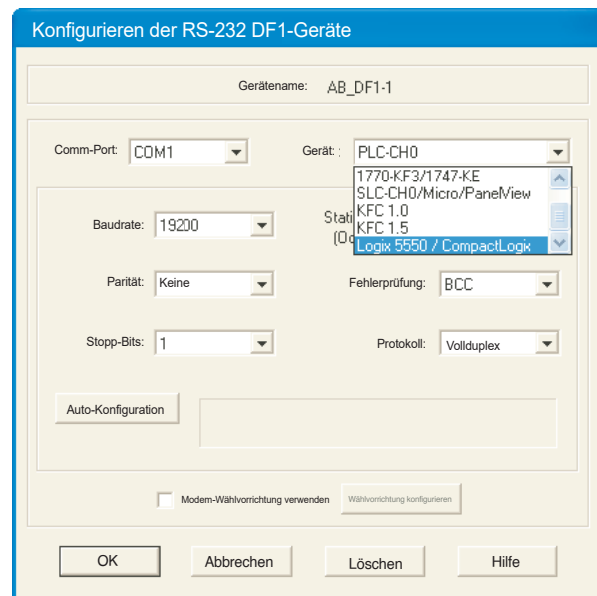

Abbildung 4.3.21e Konfigurieren der RS-232 DF1-Geräte
3. Klicken Sie auf „Neu hinzufügen“ und geben Sie einen geeigneten Treibernamen im Popup-Fenster ein. Klicken Sie auf „OK“. Das Fenster „Configure RS-232 DF1 devices“ (RS-232 DF1-Geräte konfigurieren) wird geöffnet (Abbildung 4.3.21e).